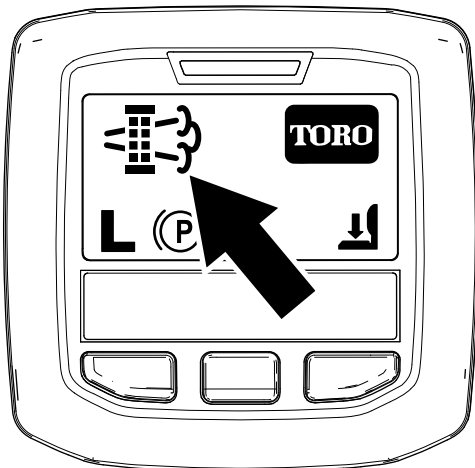

Figura 64
- Când computerul motorului solicită fie o regenerare în stare de parcare, fie o regenerare de recuperare, pictograma privind solicitarea de regenerare (Figura 64) este afiată în InfoCenter.